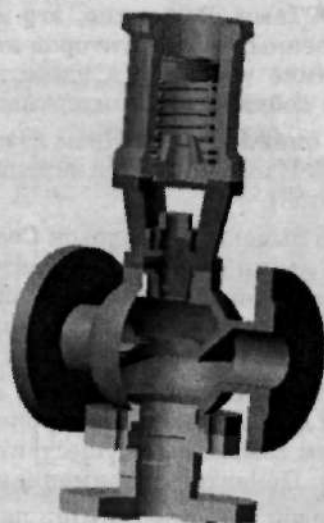

Рис. 3.52. Вид сборки после добавления деталей Седло, Седло2 и их позиционирования
27. Далее добавьте в сборку еще две детали — **Седло** и **Седло2**. Для сопряжения постройте у этих деталей оси, также как это было сделано при построении оси у детали **Пружина**. Приведите эти детали к соосности с **Цилиндром** и, используя инструмент **Совпадение объектов** и **На расстоянии**, позиционируйте эти детали в сборке. После выполнения этих действий, сборка будет выглядеть, как показано на рис. 3.52.